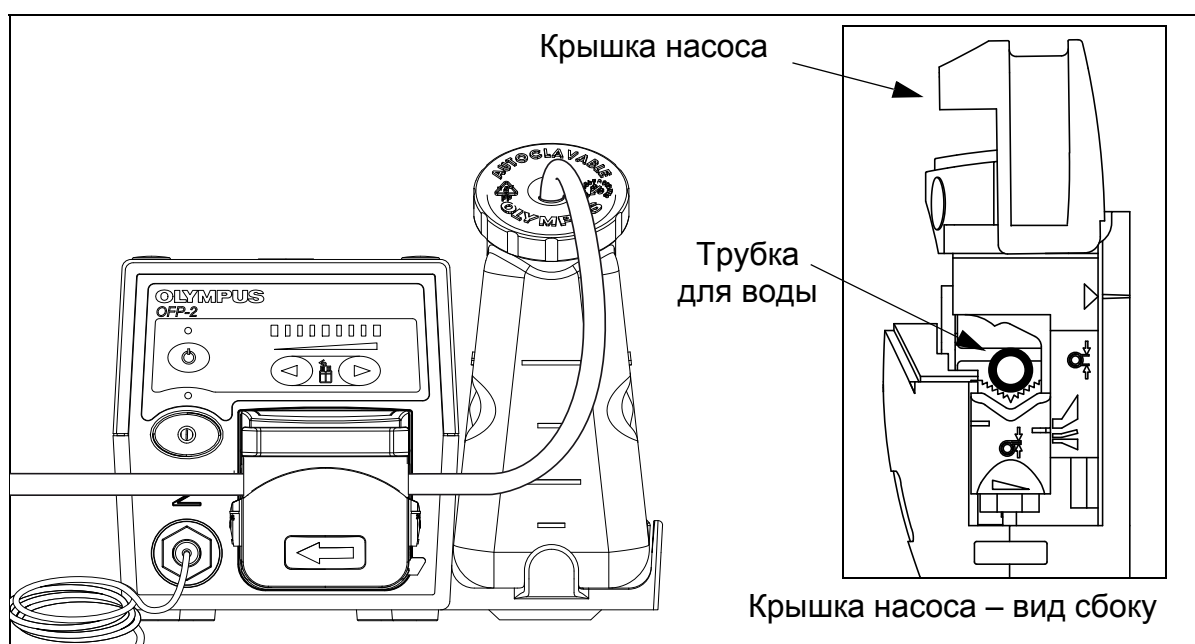

Рис. 3.6.
10. Когда трубка для воды будет расположена в крышке насоса, как показано на Рис. 3.6. (вложенная иллюстрация), полностью закройте рычаг крышки, чтобы зафиксировать трубку для воды. Трубка для воды должна образовывать плавный изгиб, если она заложена в крышку насоса так, как показано на Рис. 3.6.